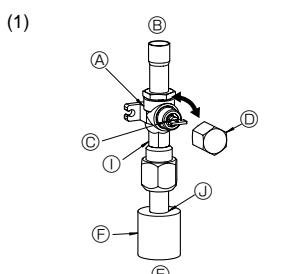
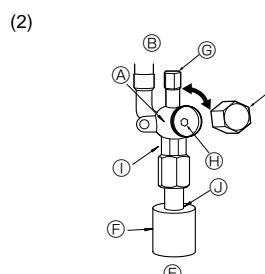

Fig. 4-5
Fig. 4-6
- (1) Gasseite (Fig. 4-5)
- ① Entfernen Sie die Kappe, ziehen Sie den Griff zu sich und drehen ihn zum Öffnen 1/4 Drehung nach links.
- ② Prüfen Sie, ob das Absperrventil vollständig geöffnet ist, drücken Sie den Griff zurück und setzen Sie dann die Kappe wieder auf und schrauben sie fest.
- (2) Flüssigkeitssseite (Fig. 4-6)
- ① Entfernen Sie die Kappe und drehen Sie die Ventilstange mit einem 4 mm-Schekantschlüssel bis zum Anschlag gegen den Uhrzeigersinn. Hören Sie auf zu drehen, wenn der Anschlag erreicht ist.